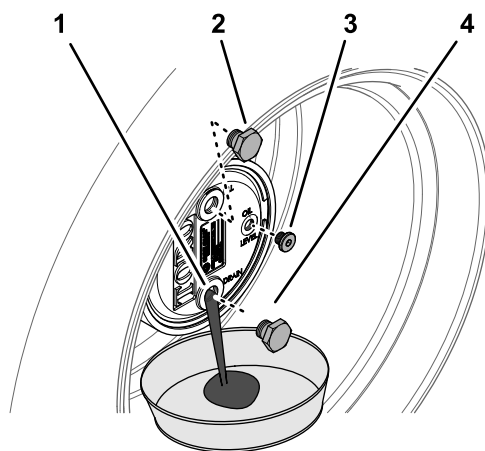

Рисунок 128
2. Снимите пробку заливного отверстия, расположенную в положении «12 часов», и пробку контрольного отверстия, расположенную в положении «3 часа» (Рисунок 128).
сливного отверстия, расположенную в положении «6 часов», и дайте маслу полностью стечь (Рисунок 128).
5. Установите пробку сливного отверстия в сливное отверстие корпуса планетарного редуктора (Рисунок 128).